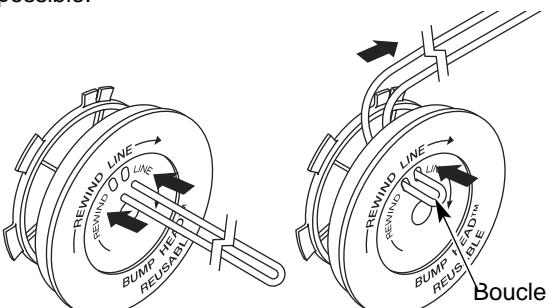

Fig. 18
6. Découpez environ 5 m (16 pi) de fil neuf et faites-en deux boucles de longueurs égales. Insérez chaque extrémité de fil dans l'un des deux trous du moulinet (Fig. 18). Tirez le fil à travers le moulinet pour que la boucle soit le plus petit possible.